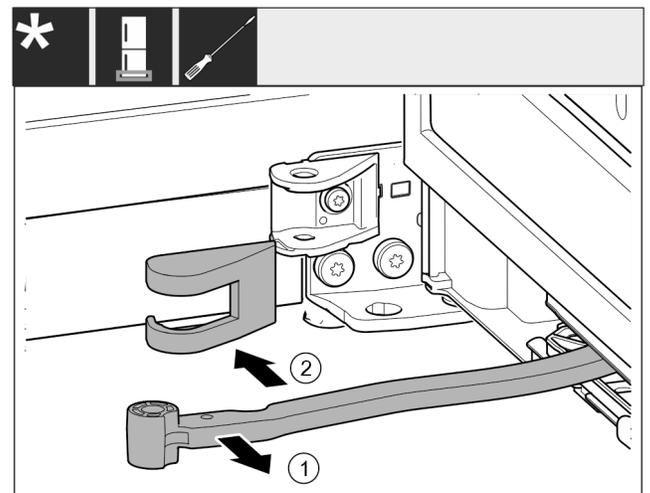

Fig. 18
- ▶ Gelenk Fig. 18 (1) in Richtung Tür drehen.
- ▶ Lagerbockabdeckung Fig. 18 (2) entfernen.